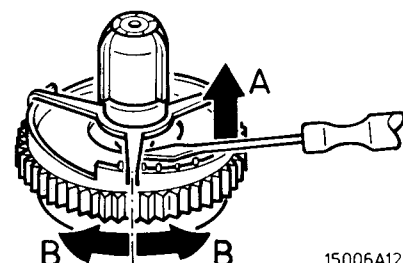

Fig. 9
- Die Aufwickelfriction muss 40-55 grcm betragen, sie ist durch Drehen der Druckfeder auf der Aufwickelfriction einstellbar (Abb. 9). (Jeder Schritt entspricht etwa 10 grcm).